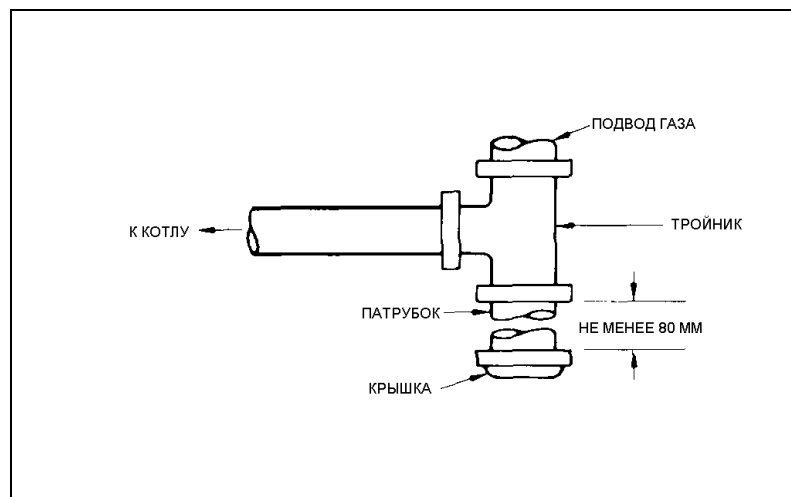

Рис.19 Ловушка для механических примесей и конденсатоотводчик
3. Перед присоединением подающей трубы к газовому тракту котла необходимо устраивать конденсатоотводчик (см.рис.19). В целях безопасности и удобства обслуживания следует также предусмотреть установку ручного газового крана. Следуйте требованиям местных правил газовой безопасности.